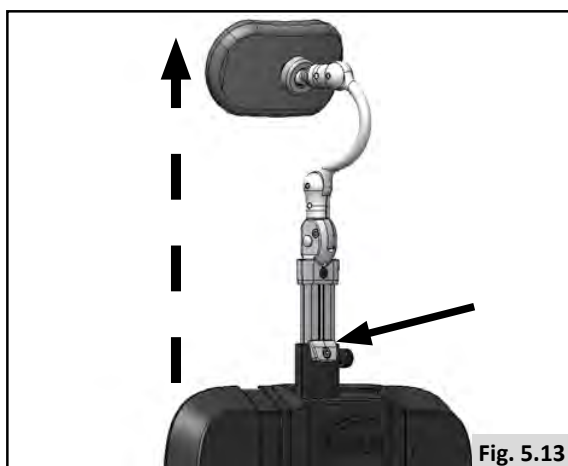

Fig. 5.13
- La hauteur de l'appui-tête est modifiée en poussant la butée de réglage et en faisant glisser l'appui-tête à la hauteur souhaitée (Fig. 5.13).